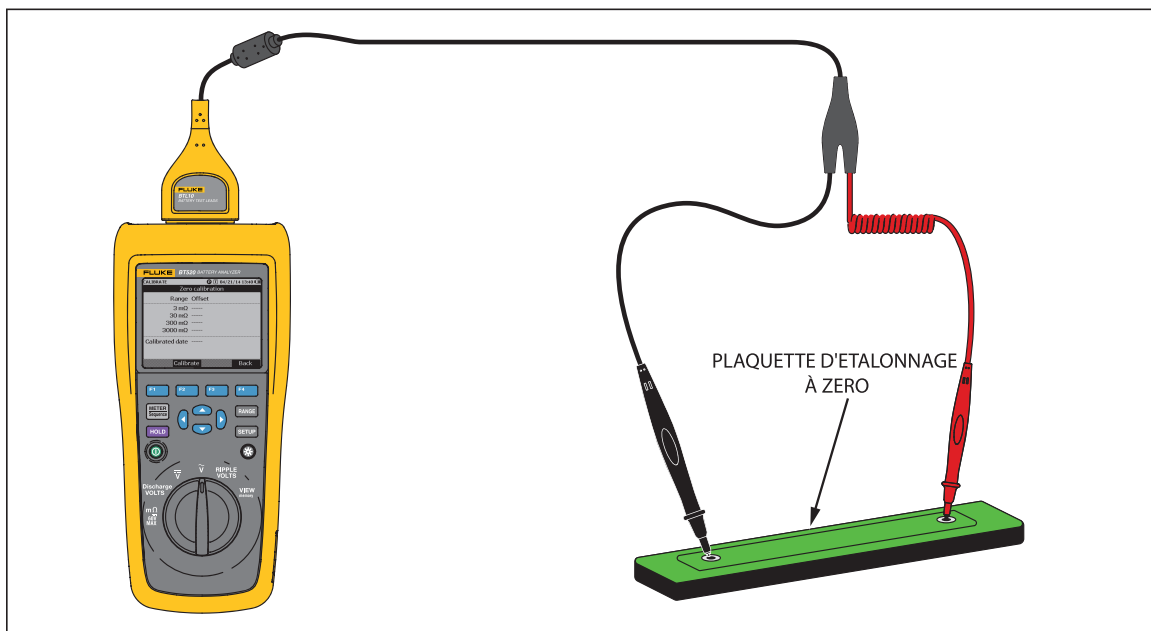

Figure 4-4. Configuration de l'étalonnage à zéro
1. Placez la plaquette d'étalonnage à zéro horizontalement sur une surface plane. Voir la figure 4-4.